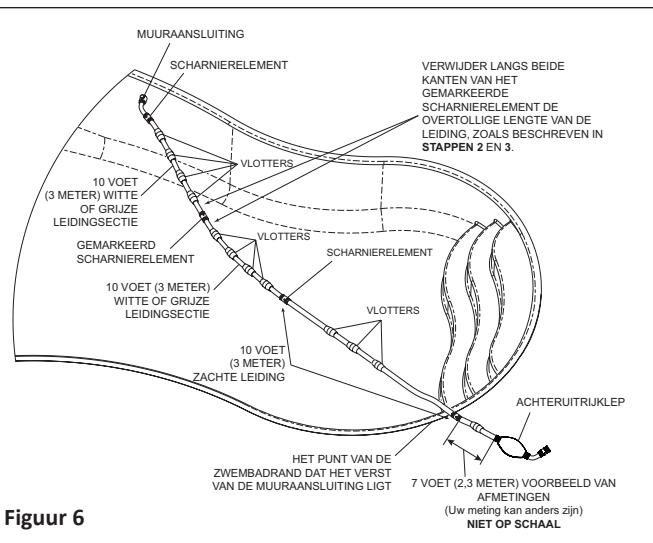

Figuur 4
2. Als het zwembad minder dan 10 voet [3 m] diep is, maakt u de zachte, lichtgrijze hoofdleiding, sectie één, van de achteruitrijklep los. Snijd de hoofdleiding zo door dat de lengte ervan met de achteruitrijklep gelijk is aan het diepste punt van het zwembad. Zie **Figuur 4**.